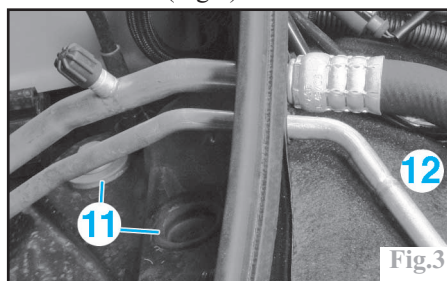

Fig.3
Dévisser les vis de fixation supérieure du combiné de suspension. L'une (12) est accessible depuis le compartiment moteur et les 2 autres (11) depuis le compartiment d'auvent (Fig.3).